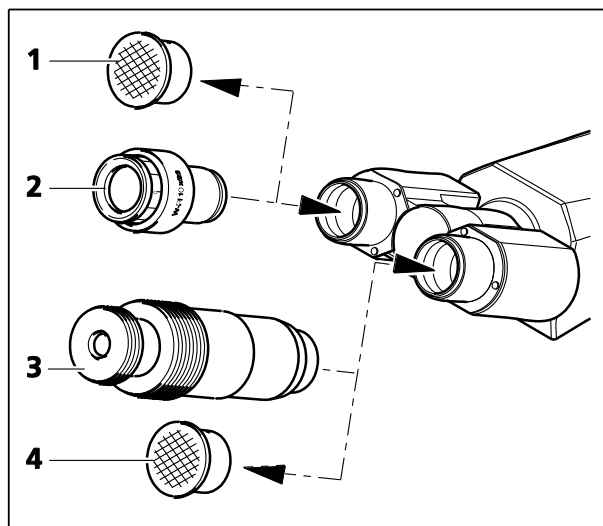

Figure 3-4 Insertion des oculaires
- Retirer les deux capuchons anti-poussière (Figure 3-4/1 et 4) du tube binoculaire.
- Sortir les deux oculaires (Figure 3-4/2) de leur emballage et les insérer dans le tube binoculaire jusqu'à ce qu'ils atteignent la butée.
Le microscope auxiliaire (Figure 3-4/3) peut être inséré dans l'une des prises du binoculaire à la place d'un oculaire et est utilisé pour observer les diaphragmes, les butées de phase et les butées de champ sombre ou pour centrer les butées de phase et les butées de fond sombre. La lentille de l'oculaire réglable peut être utilisée pour la mise au point de ces butées et le réglage peut être défini en serrant une vis de serrage.